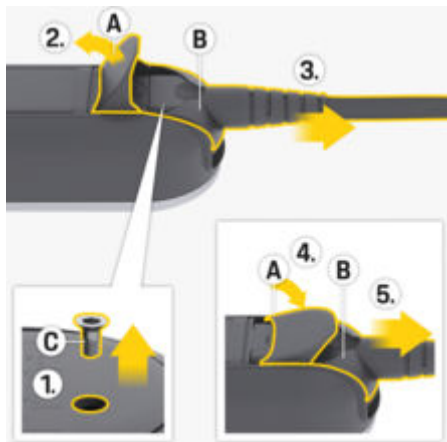

図 15: 電源供給ケーブルの切り離し
1. 適切なツールを使用して、スクリュー C (図 15) を取り外します。
2. カバー A (図 15) を完全に開きます。
3. 抵抗を感じる所までプラグ B (図 15) を引き出します。
4. カバー A (図 15) を約 15 度に閉じます (カバーをプラグ B (図 15) に預けた状態にできます)。
5. プラグ B (図 15) を完全に引き出します。